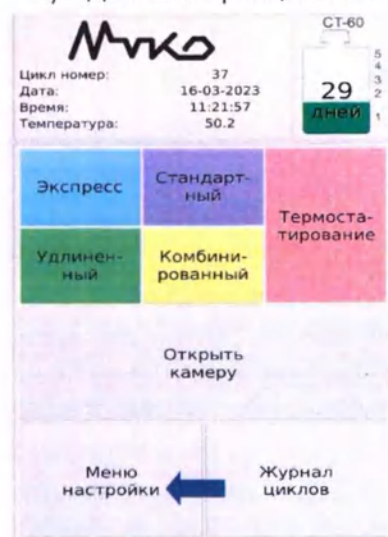

Рисунок 43
- 1) в главном меню нажать клавишу «Меню настройки» (Рисунок 43);